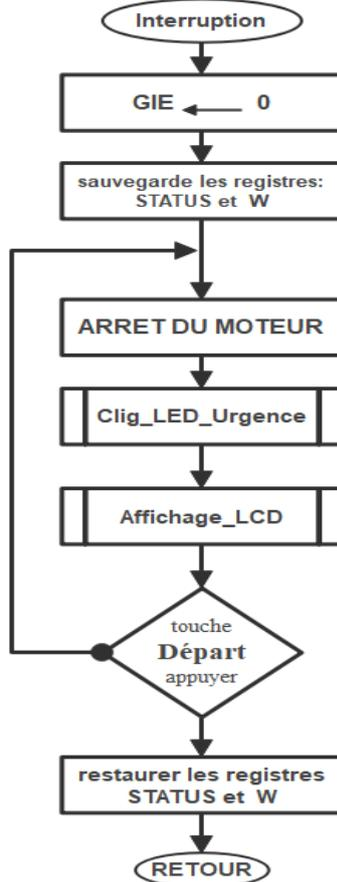

Figure 3 : Organigramme interruption
La surveillance de la pression ainsi que l'arrêt du processus de perfusion suite à un défaut sont assurés par interruption, le programme d'interruption est donné sur **la figure 3 du document DRES 02**. Ce programme se limite uniquement à l'étude de l'interruption générée lors **d'un front montant** sur l'entrée **RB0** (appui sur arrêt d'urgence).
Q.23- Compléter le programme d'**interruption** correspondant à l'organigramme de la figure 3 du document **DRES 02**. **2.5 pts**
Q.32- Compléter en MikroC les lignes de configuration de la fonction **interruption** relative à l'organigramme de la **figure 3** du **DRES 02**. **3 pts**